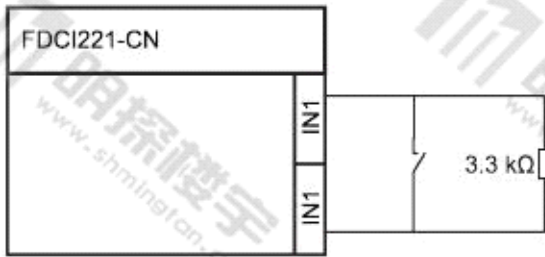
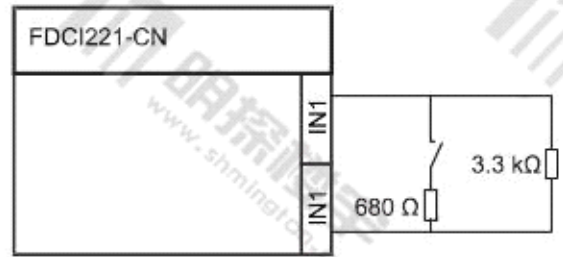

图 7
图 8
- 开路监视：图 7
- 开路/短路监视：图 8
3. 连接终端电阻 (图 7 和图 8)。终端电阻随产品发货。